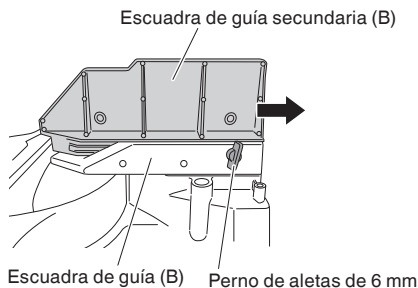

Fig. 11
Esta herramienta mecánica está equipada con una escuadra de guía secundaria (B). En el caso de corte en ángulo directo y de corte en ángulo a bisel derecho, utilice la escuadra de guía secundaria (B). Esto le permitirá realizar un corte estable del material con una cara trasera ancha. Cuando corte en ángulo hacia la izquierda, afloje el perno de aletas de 6 mm, luego deslice la guía auxiliar (B) hacia afuera, como se indica en la Fig. 11.